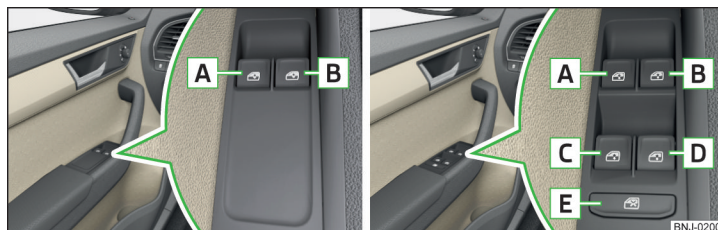

Abb. 45 Tasten der Fensterheber: Variante 1 / Variante 2
Die elektrischen Fensterheber funktionieren nur bei eingeschalteter Zündung. Ausstattungabhängig können mit den Tasten in der Tür die Fenster vorn - **Variante 1** bzw. die Fenster vorn und hinten - **Variante 2** bedient werden » Abb. 45.
Bei der **Variante 2** » Abb. 45 kann das **Fahrerfenster** durch kurzes Drücken der Taste bis zum Anschlag automatisch vollständig geöffnet werden. Bei erneutem Drücken oder nach dem Ziehen der Taste bleibt das Fenster stehen.
Bei der **Variante 2** » **Abb. 45** kann das **Fahrerfenster** durch Ziehen der Taste bis zum Anschlag automatisch vollständig geschlossen werden. Bei erneutem Ziehen oder nach dem Drücken der Taste bleibt das Fenster stehen.
► Die Taste **[E]** » **Abb. 45** drücken.
■ Werden auf den Rücksitzen Personen, die nicht völlig selbstständig sind, z. B. Kinder, befördert, wird empfohlen, sicherheitshalber die Tasten in den hinteren Türen mit der Taste **[E]** zu deaktivieren » **Abb. 45**.
- Die **Variante 1** der elektrischen Fensterheber » **Abb. 45 auf Seite 58 verfügt über keine** Kraftbegrenzung. Die Fenster sind vorsichtig zu schließen - es besteht Verletzungsgefahr!
- Das **Beifahrerfenster bei der Variante 2** der elektrischen Fensterheber » **Abb. 45 auf Seite 58 verfügt über keine** Kraftbegrenzung. Das Fenster ist vorsichtig zu schließen - es besteht Verletzungsgefahr!